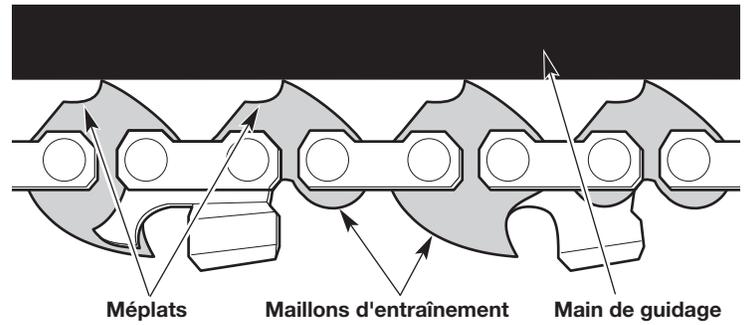
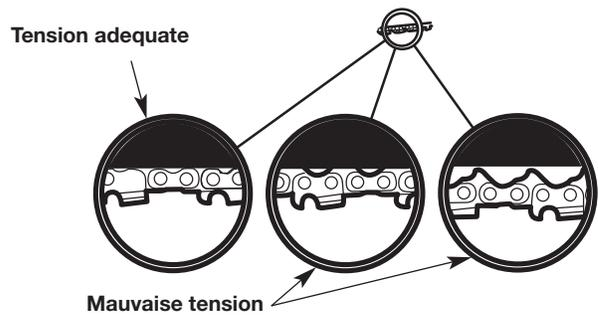

Fig. 27
Fig. 31
Vérifiez la tension de la chaîne avant et pendant le fonctionnement. La chaîne de scie s'allongera tandis qu'elle s'échauffe pendant le fonctionnement. Réglez la tension de la chaîne lorsque les méplats de la chaîne pendent hors de la rainure du guide-chaîne (Fig. 27 et Fig. 31).
- Tourner la bague de tension de la chaîne dans le sens antihoraire pour desserrer la chaîne de la scie.La chaîne de la tronçonneuse doit être bien ajustée contre le dessous du guide-chaîne. Il ne doit y avoir aucun fléchissement (Fig. 31).